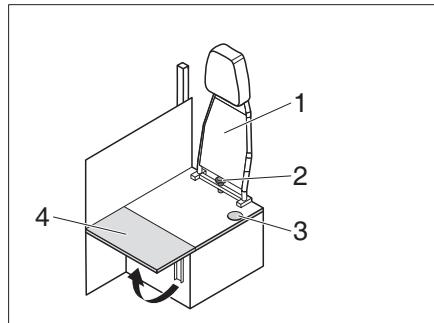

Fig. 216 Transformación del funcionamiento con el vehículo en marcha al funcionamiento para vivir y estar
- Desatornillar el tornillo de estrella (Fig. 216,2) y retirar el respaldo (Fig. 216,1) hacia arriba.
- Plegar hacia arriba la prolongación del banco de asiento (Fig. 216,4).
- ▷ Para la transformación del funcionamiento para vivir y estar al funcionamiento con el vehículo en marcha proceder en orden inverso al descrito. Asegurar que el cinturón de seguridad se introduce a través de la abertura (Fig. 216,3).